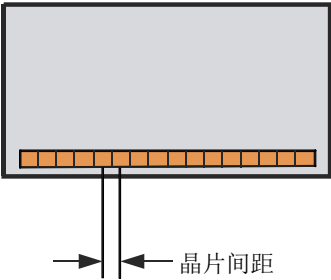

图 4-5 探头晶片间距
- d) 在**晶片间距**按钮中，输入探头的相邻两个晶片中心之间的间距。距离如第 86 页的图 4-5 所示。